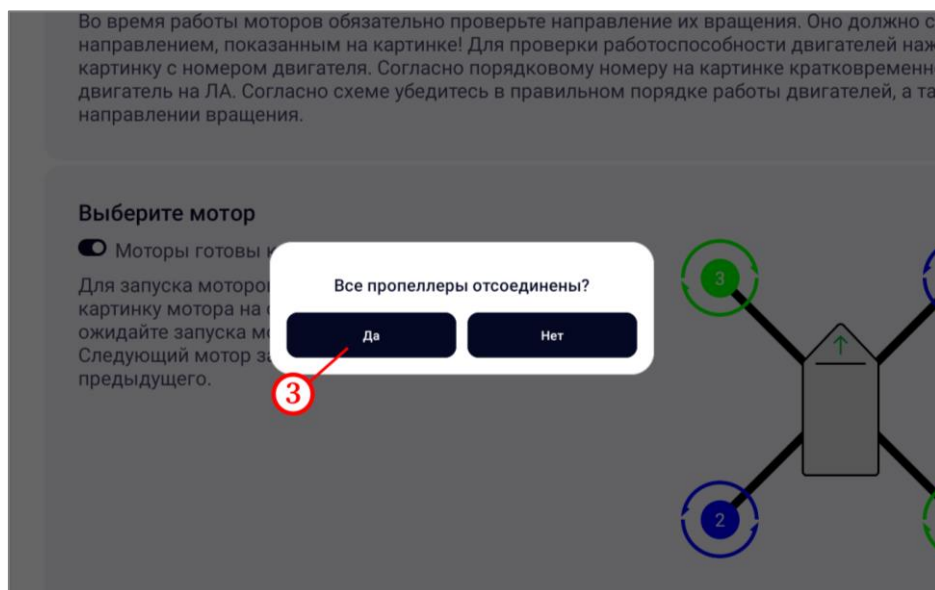

Рисунок 51 – Тест моторов
2. Подтвердить действие на открывшейся форме, нажав на кнопку «Да» (рисунок 51, шаг 3).